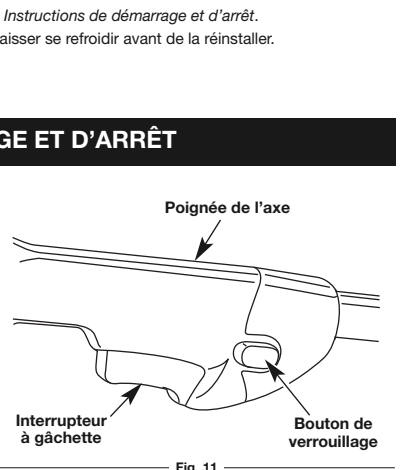

Fig. 11
2. Appuyez sur le bouton de verrouillage et maintenez-le enfoncé (Fig. 11). Ceci rend l'interrupteur à gâchette opérationnel.
3. Tout en maintenant enfoncé le bouton de verrouillage, appuyez sur l'interrupteur à gâchette et maintenez-le aussi enfoncé (Fig. 11).